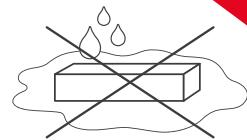

Рис. 3. Не устанавливать источник в местах скопления воды.
- 4.8. Не размещайте источник в местах и нишах, где может скапливаться вода. Нахождение источника в воде (лужа, тающий снег) вызывает разрушающие электрохимические процессы [Рис. 3].